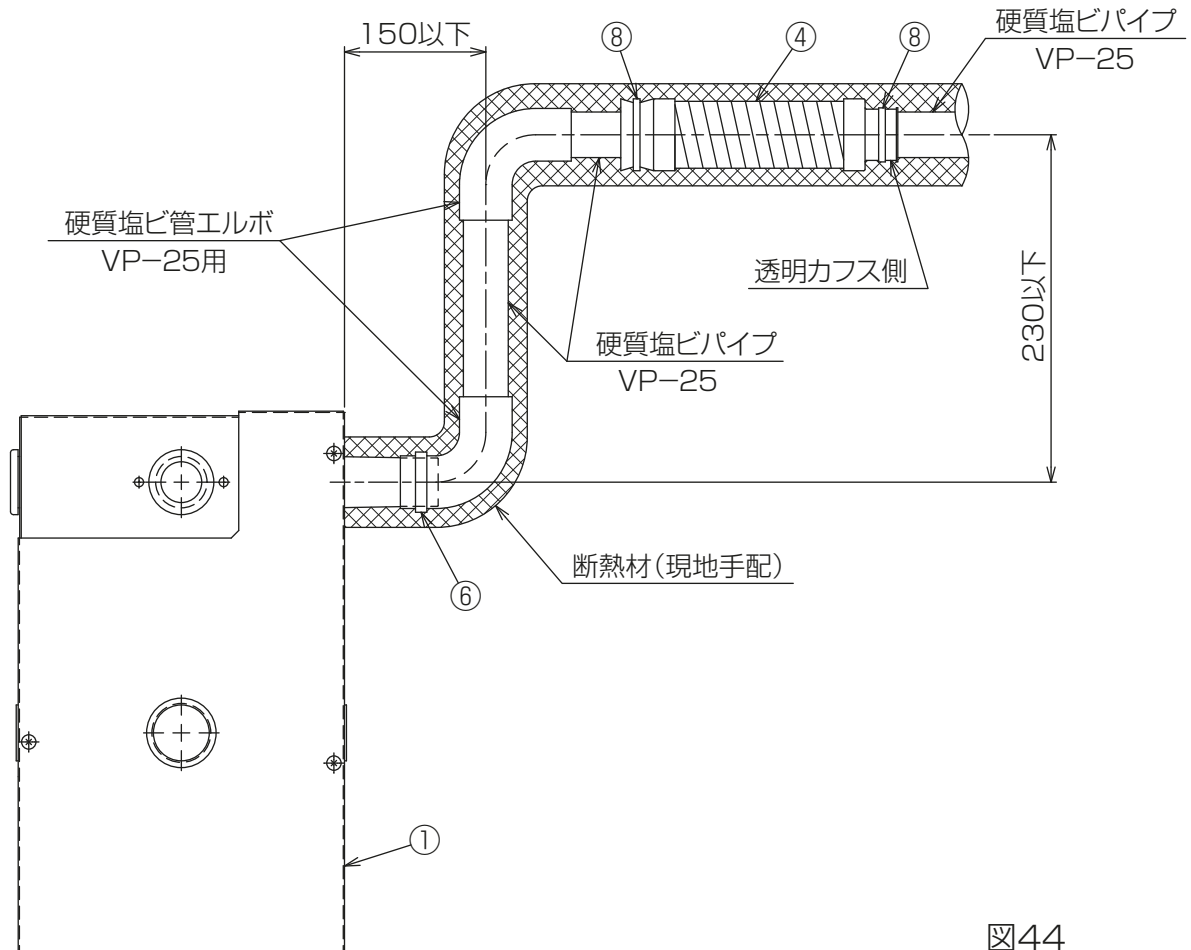

図44
(1) 硬質塩ビ管エルボ(VP-25用)、硬質塩ビパイプ(VP-25)を用意し、品番④ドレンホース2、品番⑥ホースバンド2、品番⑧結束バンドと共に品番①ドレンアップメカの排水口に接続してください。[図44]
(2) ドレン配管部に断熱材を巻き、防露処理を行ってください。[図44]